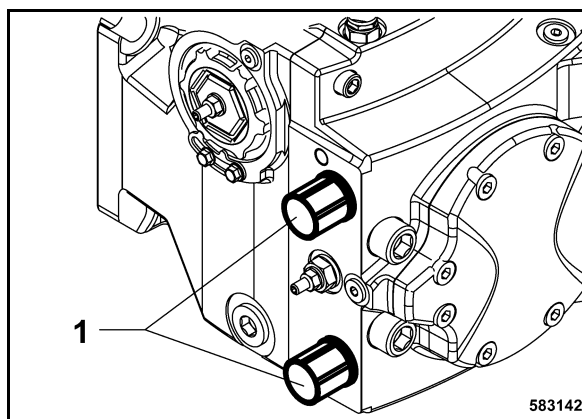

Fig. 137
- Desenroscar las dos válvulas limitadoras de alta presión situadas en la bomba de transferencia (Fig. 137) por aprox. 3 vueltas.